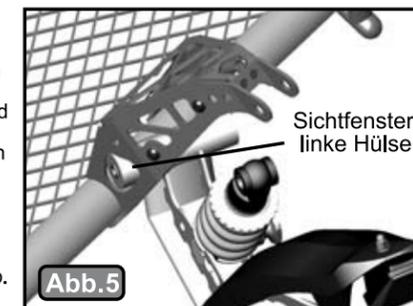

Abb. 5
B) Anschließend das Schwingarm-Gelenk in den Stoßdämpfer einbauen. Das Gelenk ist breiter als die Öffnung des Stoßdämpfers und muss so gedreht werden, dass die linke Buchse/Seite des Schwingarms zuerst durch die Öffnung geführt und so, wie in Abb. 5 gezeigt, durch das linke Sichtfenster herausgeführt wird.